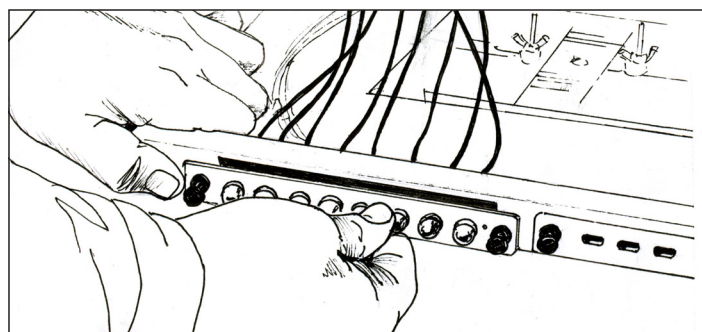

Рисунок 4.10 – Установка планки в корпус шкафа
4.1.14 Закрепить планку с установленными коннекторами на корпусе шкафа (рисунок 4.10).